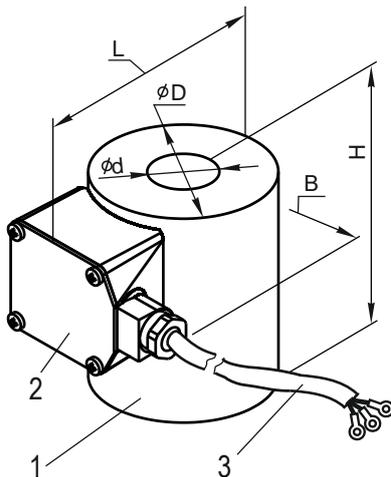

Рис. 1
2.1 Катушка 1 (см. Рис. 1) поставляется в комплекте с вводным устройством 2 и присоединительным кабелем 3 (вводное устройство залито компаундом совместно с присоединительным кабелем).